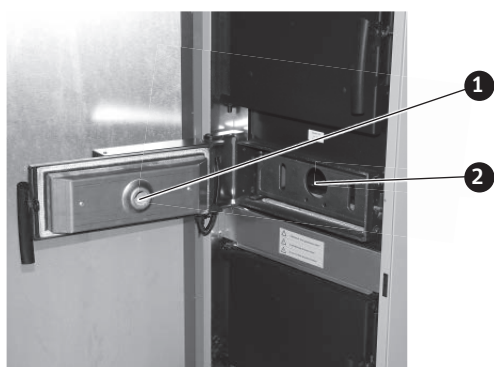

Fig. 53 Contrôler les ouvertures d'allumage
- Zündöffnungen bei der Anzündtür und beim Stehrost kontrollieren, gegebenenfalls freimachen – Fig. 53.